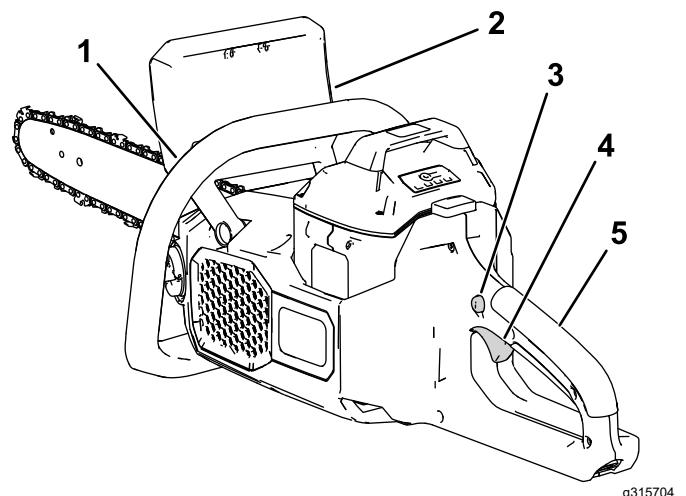

Bild 9
7. Fassen Sie mit der linken Hand den vorderen Griff und mit der rechten Hand den hinteren Griff an, drücken Sie die Abzugssperre und drücken Sie dann den Abzug (**Bild 9**).